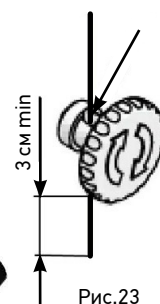

Рис.23
- 6.4. Продеть леску через отверстие в крышке кронштейна, леска должна выходить из крышки минимум на 3 см (Рис.23).